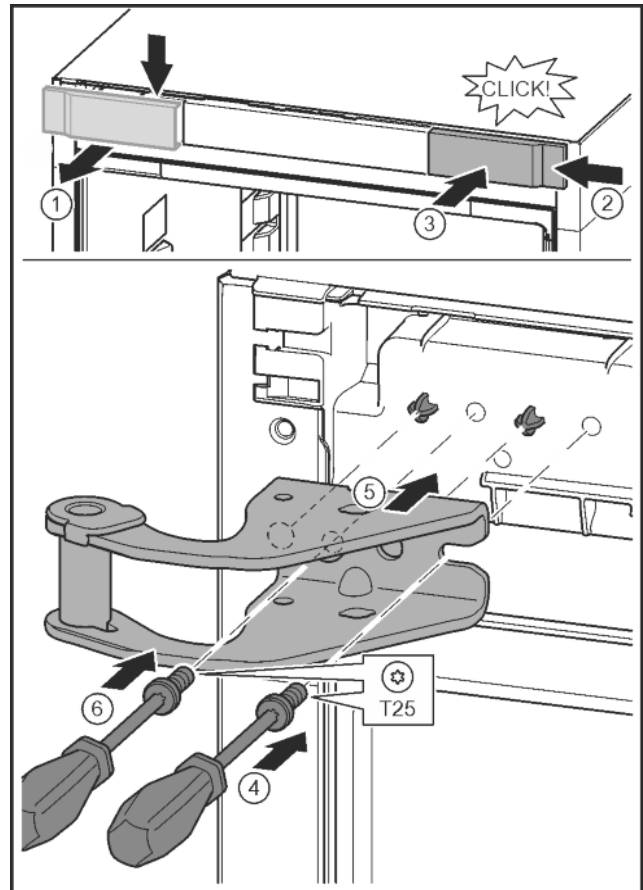

Fig. 11
- ▶ Libérer le cache et le retirer latéralement. *Fig. 11 (1)*
- ▶ Accrocher le cache tourné de 180° de l'autre côté à droite. *Fig. 11 (2)*
- ▶ Encliqueter le cache. *Fig. 11 (3)*
- ▶ Mettre en place la vis avec un tournevis T25. *Fig. 11 (4)*
- ▶ Mettre en place le support de palier supérieur. *Fig. 11 (5)*
- ▶ Serrer la vis. *Fig. 11 (6)*
- ▶ Mettre en place la vis avec un tournevis T25 et la serrer. *Fig. 11 (6)*